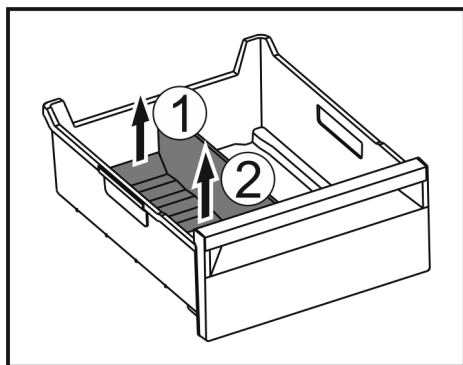

Fig. 147
- Ridicați partea posterioară a separatorului pentru compartimentul de gheață. Fig. 147 (1)
- Scoateți separatorul pentru compartimentul de gheață în sus. Fig. 147 (2)